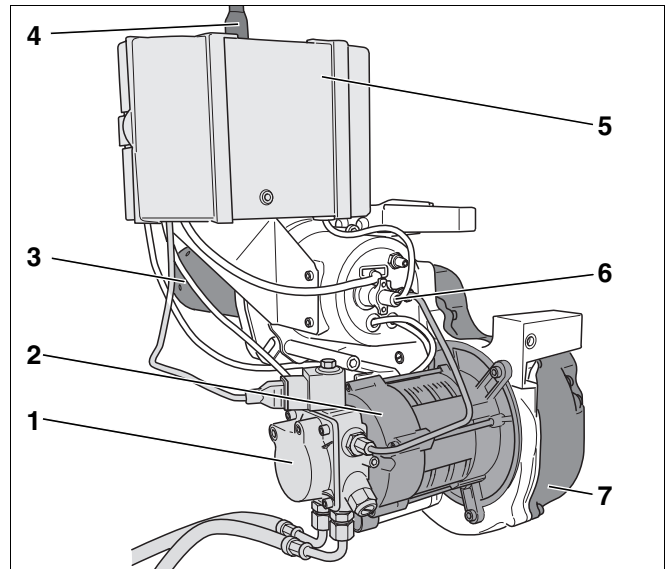

Abb. 1 Brenner Logatop BE 1.3 und 2.3
- Ölpumpe mit Magnetventil und Ölanschlussschläuchen (Abb. 1, **Pos. 1**)
- Brennermotor (Abb. 1, **Pos. 2**)
- Brennerrohr (Abb. 1, **Pos. 3**)
- Digitaler Feuerungsautomat SAFe 10 mit Entstörtaster (Abb. 1, **Pos. 5**)
- Flammenfühler (Abb. 1, **Pos. 6**)
- Gebläse (Abb. 1, **Pos. 7**)
Der Brenner (Abb. 1) ist über einen Netzstecker (Abb. 1, **Pos. 4**) angeschlossen und über eine Kommunikationsleitung mit dem Regelgerät verbunden.